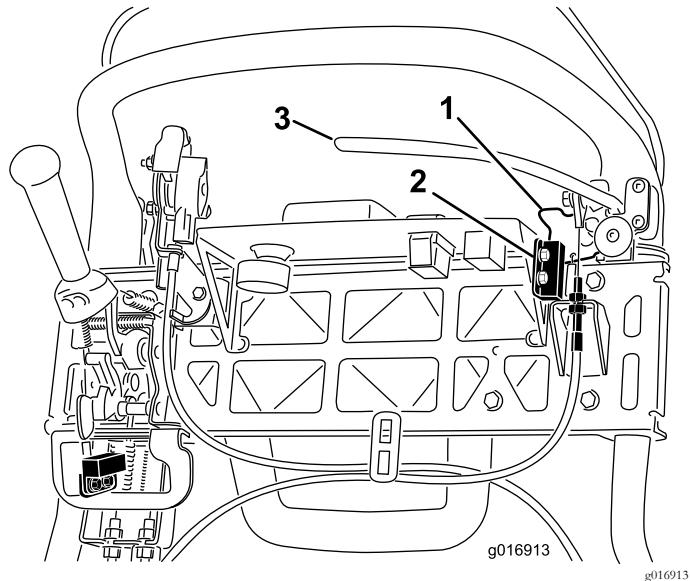

图45
4. 松开联锁开关紧固件(图45)。
5. 在手刹锁定装置与联锁开关之间放入 1.6mm 厚的塞尺(图45)。
4. 要增加拉线的张力请拧松上部拉线锁紧螺母并拧紧下部拉线锁紧螺母 图45 直至为了松开手刹锁定装置需要对刹车制动杆手柄施加 156N 的力。